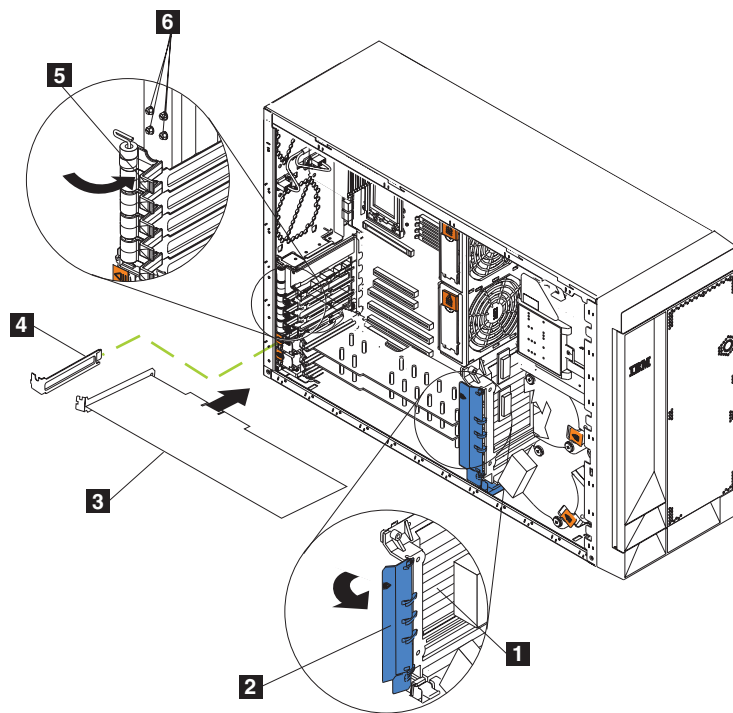
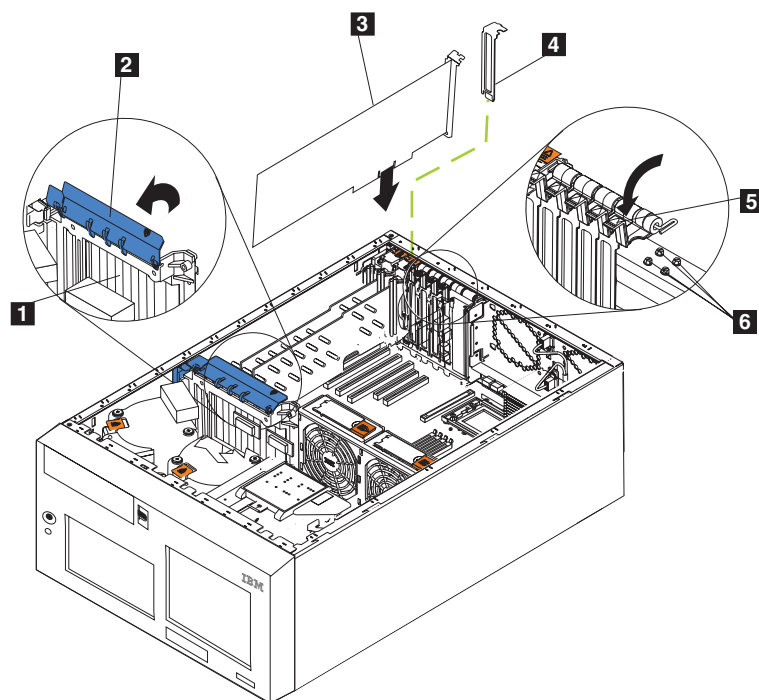

図 80. リモート管理アダプターのインストール (モデル 25T)
図 81. リモート管理アダプターのインストール (ラック・マウントへの移行機能付きモデル 25T)
7. PCI スロット 1 から拡張スロット・カバーをスライドさせます (103 ページの図 80 および 103 ページの図 81 を参照)。安全な場所に保管してください。
c. アダプターをねじで固定します。その場合、バックアップ拡張スロット用ねじの 1 つ (ねじの位置については、103 ページの図 80 および 103 ページの図 81 を参照) を、アダプター・ブラケットの上部を通してねじ穴に挿入してアダプターを固定します。